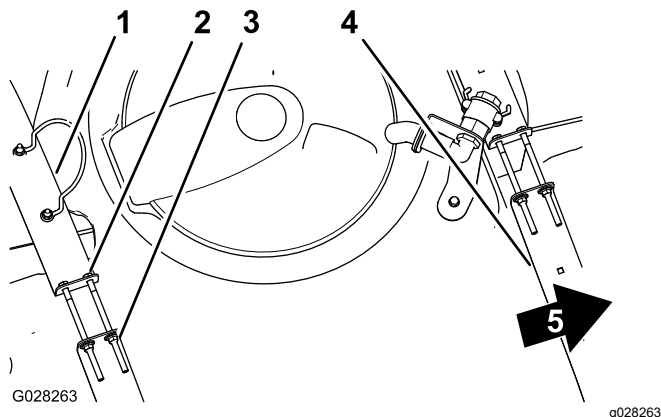

図 69
2. タンクとタンク固定ベルトとの間に、たるみができていないか点検する 図 69。
3. ベルトにゆるみがある場合には、ベルトの上部にあるフランジロックナットとボルトを締めてベルトとタンクとが面一になるようにする 図 69。